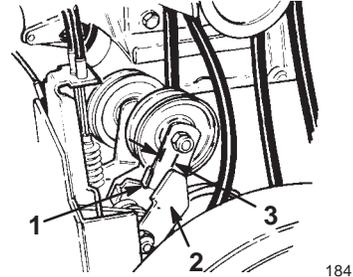

Bild 30
**Hinweis:** Wenn der Hebel gelöst ist, sollte mindestens ein Abstand von 3 mm zwischen der Lasche am Gebläserad-Spannscheibenarm und dem Bremsarm sein (Bild 30).